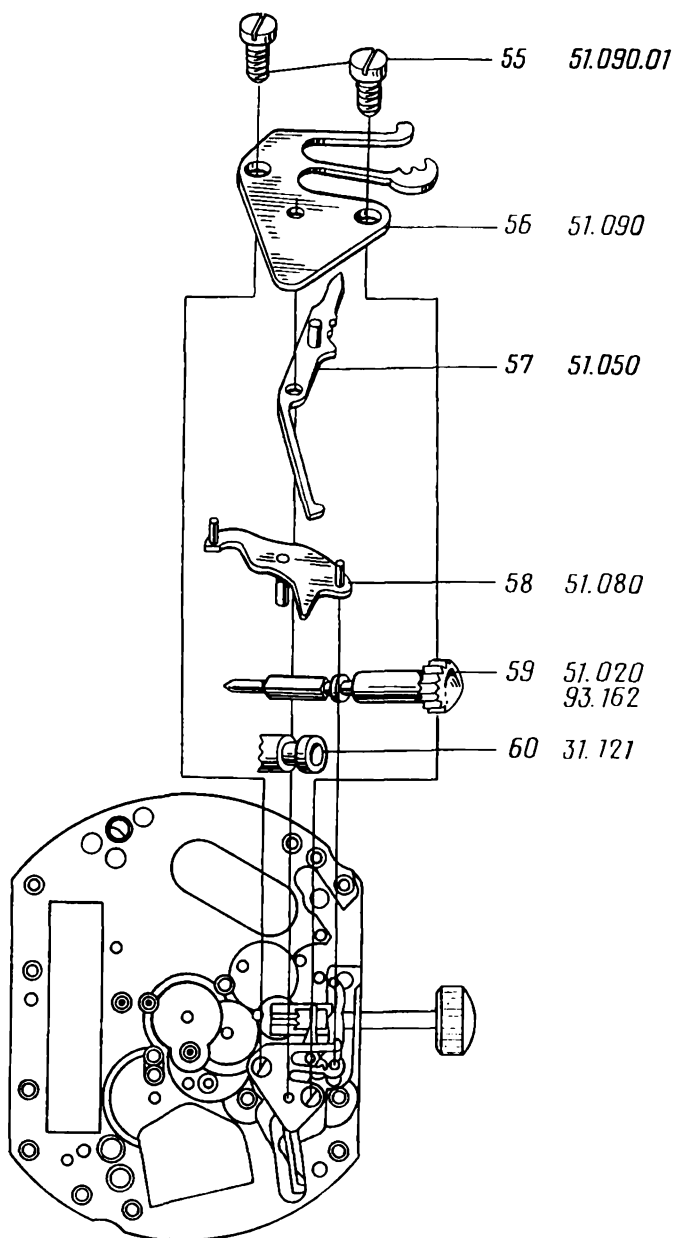

Рис. 153
58. Отвернуть и снять винты 55 фиксатора рычага переводного (рис. 153)